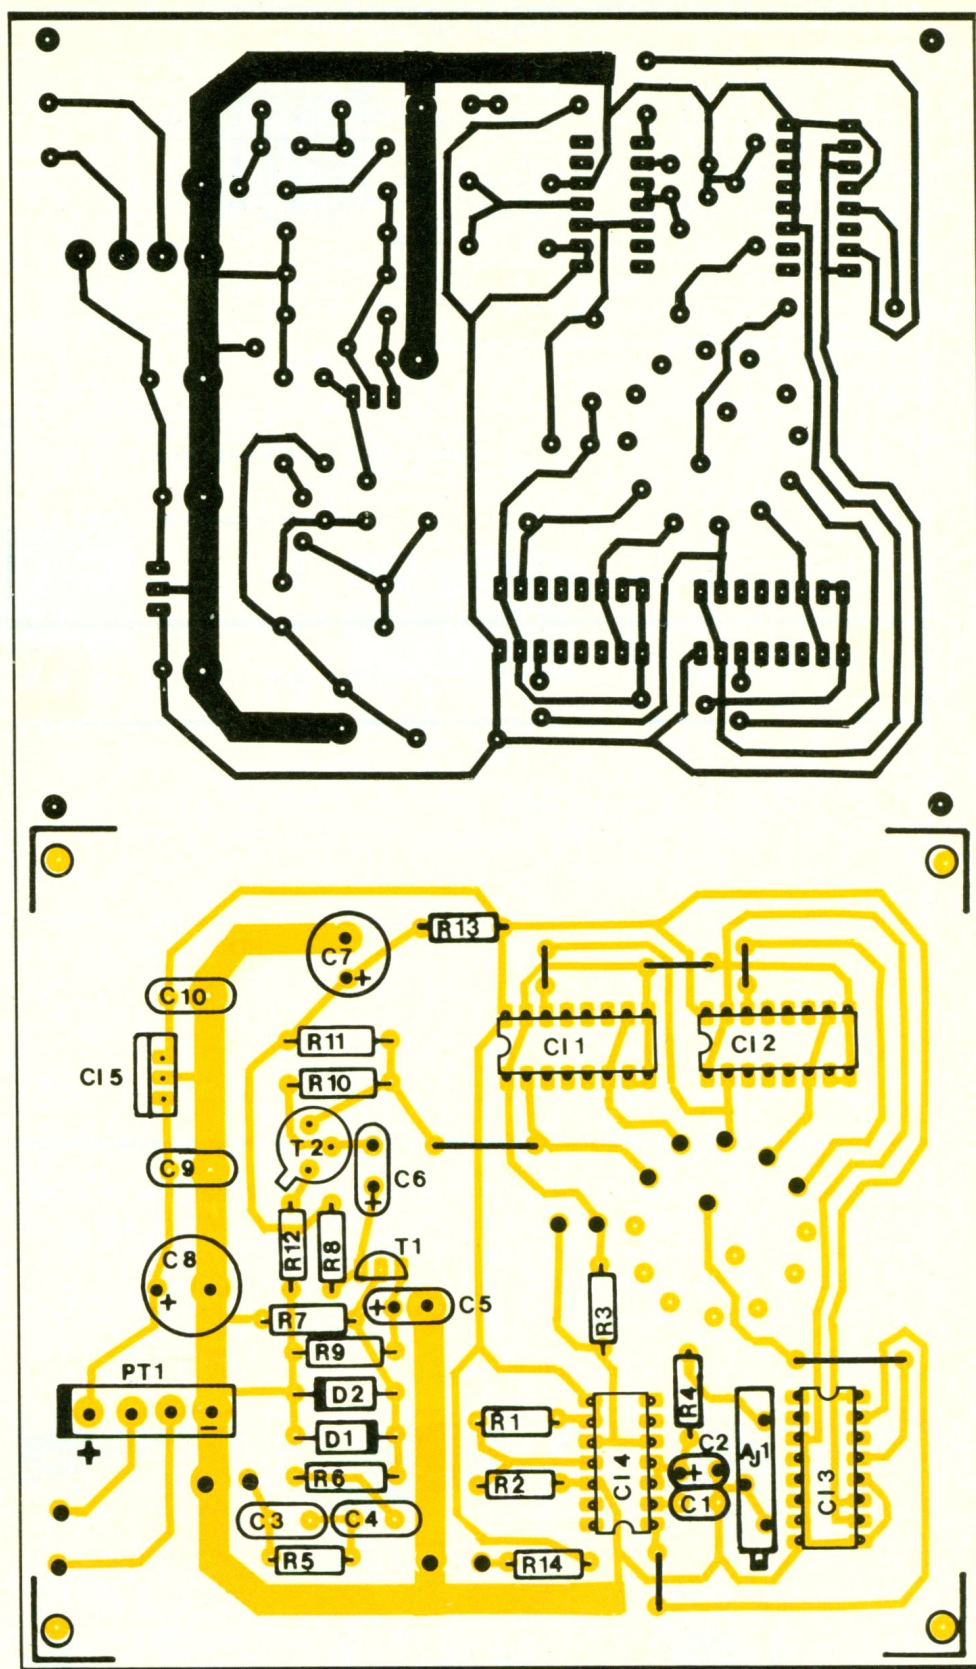

Fig. 9 Tracé du circuit imprimé et implantation des éléments.
a) Le circuit imprimé (fig. 9)